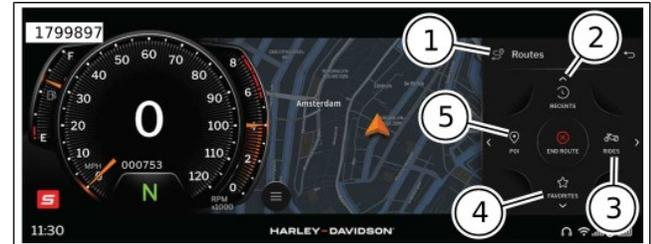

Abbildung 74. Zieloptionen
3. Siehe Abbildung 74. Das Textfeld (1), die Suche (2) oder die Sonderzielvorschläge (3) verwenden, um ein Ziel auszuwählen.